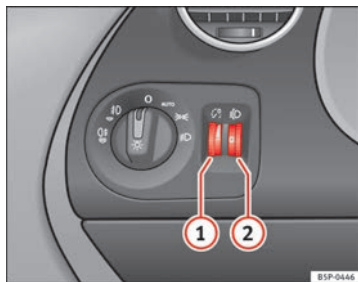

Fig. 73 Tablero de instrumentos: reguladores de la iluminación de instrumentos y mandos y del alcance de los faros
Con las luces encendidas se puede regular la intensidad de la luz de los instrumentos y mandos girando la ruedecilla moleteada → fig. 73 ①.